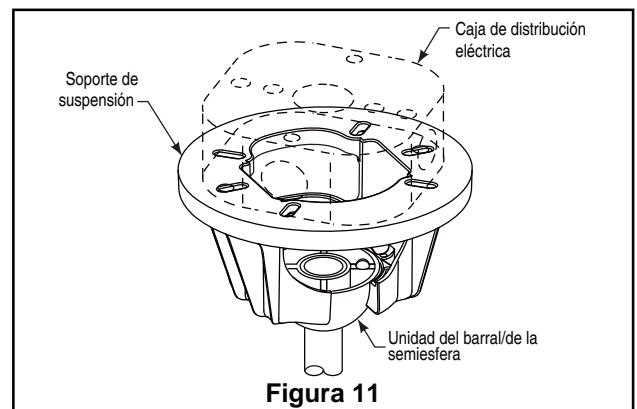

Figura 11
2. Levante cuidadosamente el ventilador y coloque el ensamble de la bola para colgar/varilla en la abrazadera para colgar que acaba de fijar a la caja de salida. Asegúrese de que la ranura de la bola esté alineada con la lengüeta de la abrazadera para colgar. (Figura 11)